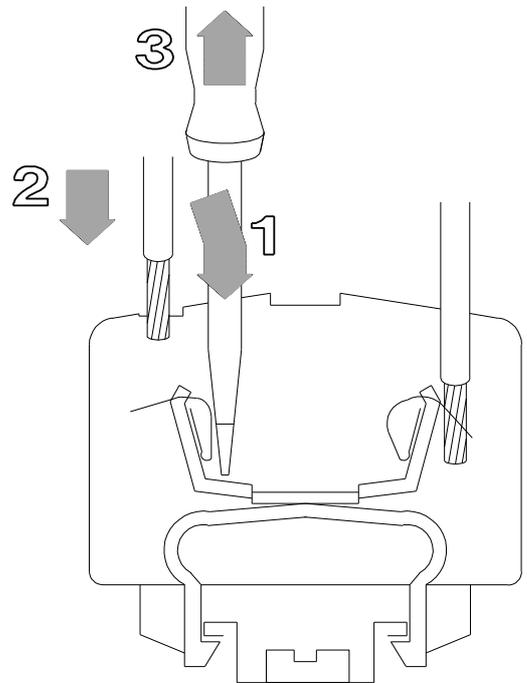

Abbildung 15 Handhabung der WAGO-Klemmen
Ein geeigneter Schraubendreher wird in den Schlitz oberhalb der Einführung für das jeweilige Kabel geschoben (1) und leicht nach oben gehoben. Dann wird das abisolierte Ende des Kabels in die Klemme eingeführt (2) und der Schraubendreher herausgezogen (3) (siehe Abbildung 15). Das Kabel ist nun festgeklemmt und kann nur mit der erneuten Zuhilfenahme eines Schraubendrehers gelöst werden.